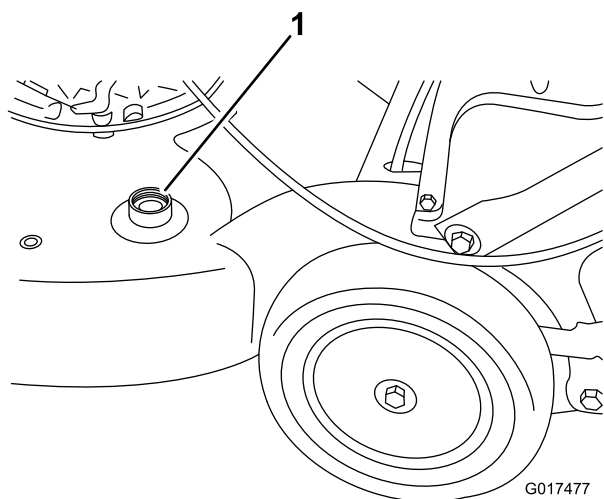

Figure 44
3. Branchez un tuyau d'arrosage, relié à une arrivée d'eau, au raccord de lavage de la machine (Figure 44).